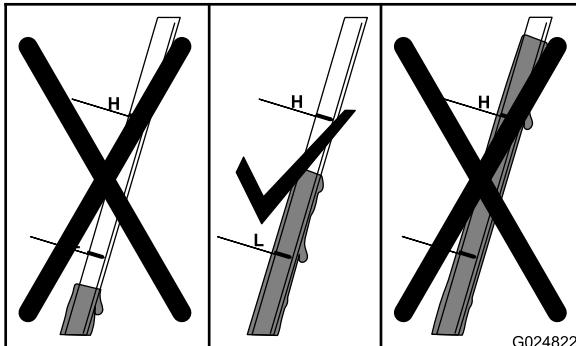

Figura 24
- Observe el nivel de aceite en la varilla (Figura 24).